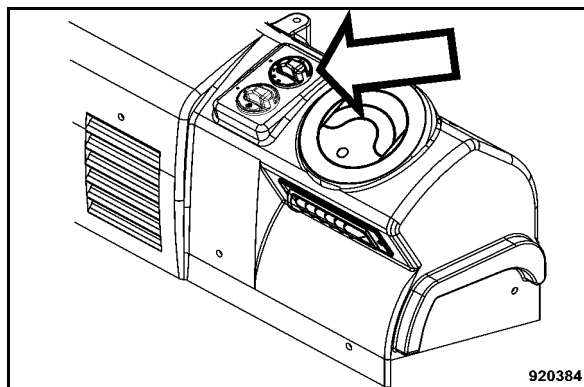

Fig. 155
- Commuter l'interrupteur rotatif du ventilateur de la cabine (Fig. 155) sur position "1".